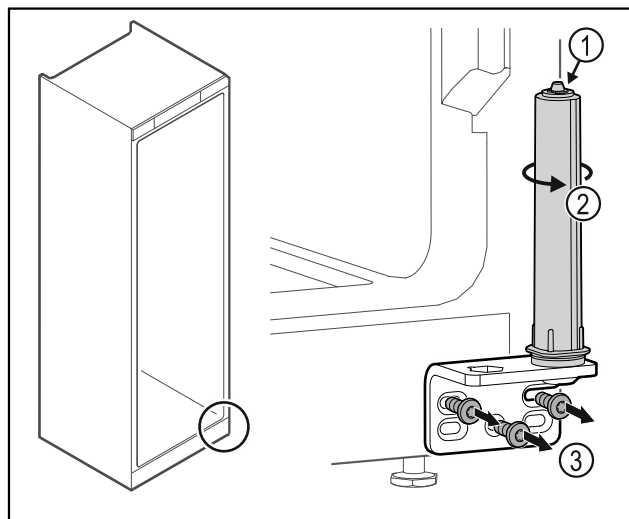

Fig. 37
- Deursluitstelsel Fig. 37 (1) niet uit elkaar halen.
- Sluitsysteem Fig. 37 (2) draaien tot het klikt.
- Scharnierhoek losschroeven Fig. 37 (3).